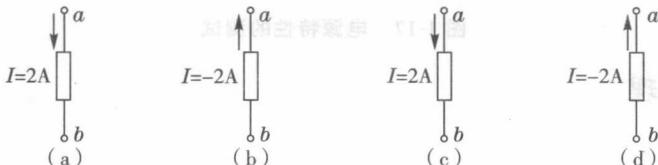

图1-15 习题3图
3.求图1-15中电压 $U_{ab}$ ,并指出电流和电压的实际方向。已知电阻 $R=4\Omega$ 。